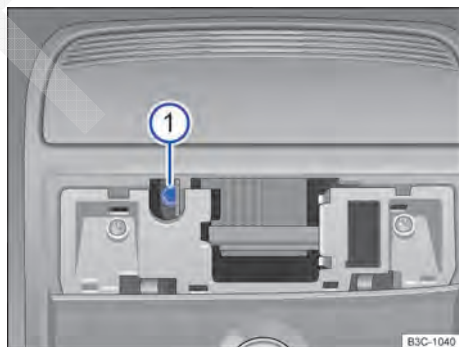

Fig. 202 Parafuso sextavado para fechamento do teto solar.
- Encaixar uma chave sextavada comum¹⁾ de tamanho de 4 mm no parafuso sextavado ⇒ **Fig. 202 1**.